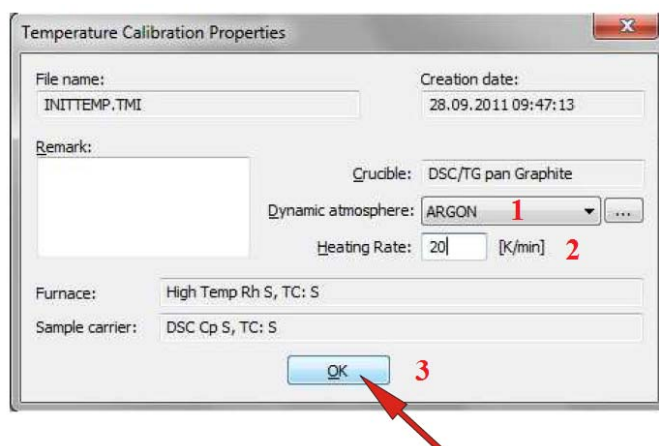

Figure 22 : Temperature Calibration Properties
La fenêtre « Temperature Calibration Properties » s'ouvre (Figure 22). Définir le gaz (1) et la rampe (2) qui ont été utilisés pour réaliser les mesures de calibration, puis cliquer sur OK (3) pour continuer.